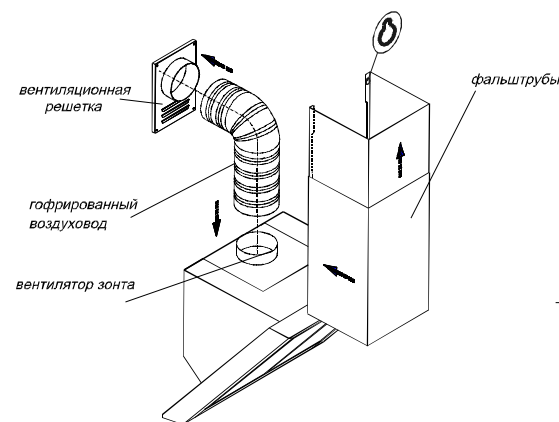
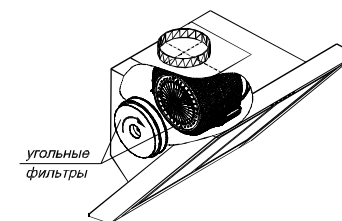

РИС. 5
РИС. 6
- 6.3. В зависимости от режима эксплуатации зонта соедините вентилятор с вентиляционной решеткой полужестким гофрированным воздуховодом (рис. 5) или установите на вентилятор угольные фильтры (рис. 6).
- 6.4. Установите фальштрубы (рис. 5). Выдвиньте верхнюю фальштрубу и навесьте ее на ввернутые шурупы через отверстия типа "замочная скважина".